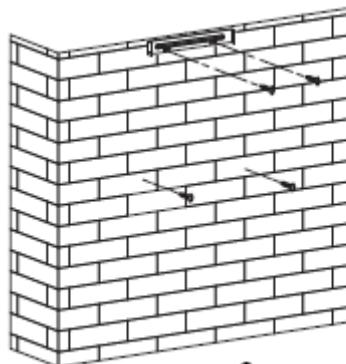

Рис. 2
3. После определения нужной высоты расположения вытяжки, отмерьте местоположение отверстий для крепления прибора и кронштейна внутреннего короба. Просверлите 4 отверстия Ø 8: 2 для крепления кронштейна внутреннего короба и 2 отверстия для крепления корпуса. Следите, чтобы прибор был выровнен в горизонтальной плоскости. Место крепления кронштейна внутреннего короба — самая высокая точка вытяжки. См. рис. 2.
4. С помощью дюбелей закрутите 4 x 30 мм винта в стену, затем с помощью двух винтов 4 мм x 40 мм закрепите кронштейн внутреннего короба на стене. См. рис. 2.